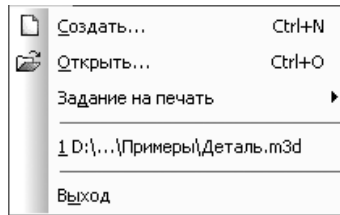

Рис. 1.4. Выпадающее меню пункта главного меню **Файл Стартовой страницы**
**Выпадающее меню пункта главного меню Файл** начального окна системы показано на рис. 1.4.
- щелкните в выпадающем меню по пункту **Создать**, или нажмите комбинацию клавиш **Ctrl+N**, или щелкните по кнопке  – **Создать** – первой кнопке в панели инструментов **Стандартная**. Появится диалоговое окно **Новый документ** (см. рис. 1.4)